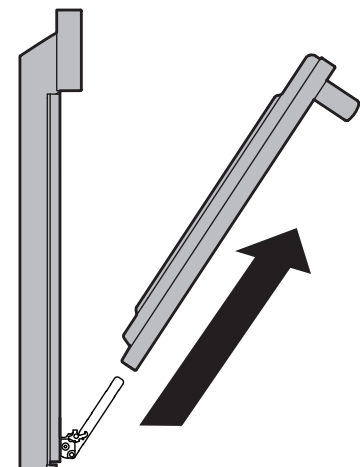

Figure 12: Enlever la porte
4. Tirez le bas de la porte vers vous tout en faisant tourner le haut de la porte vers l'appareil pour dégager complètement les leviers de charnière (Figure 12).
1. Tenez fermement les deux côtés de la porte. N'utilisez pas la poignée de la porte (Figure 12).